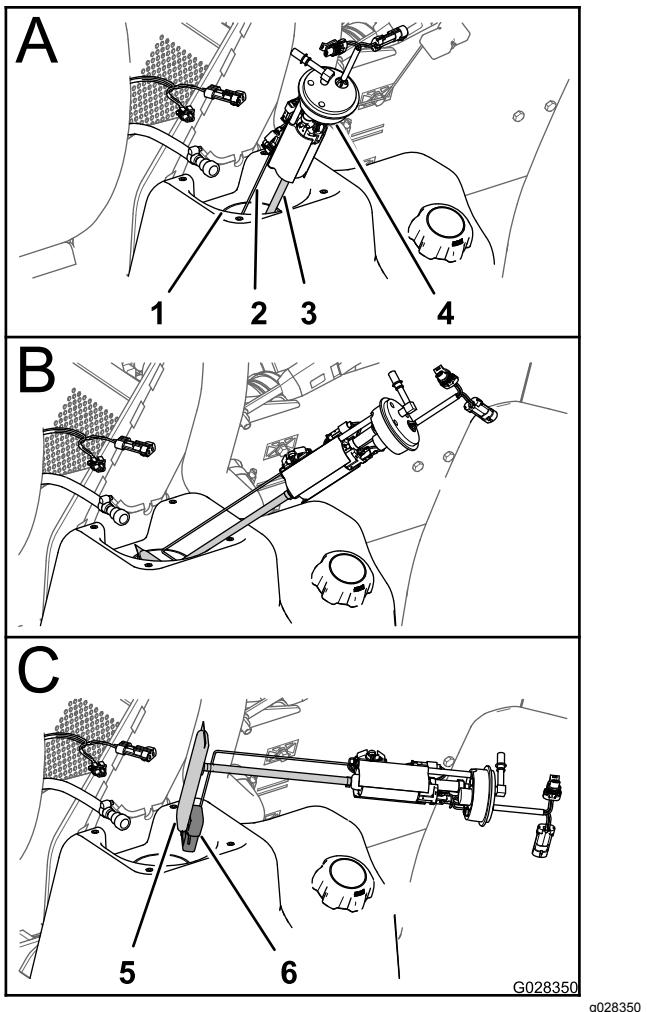
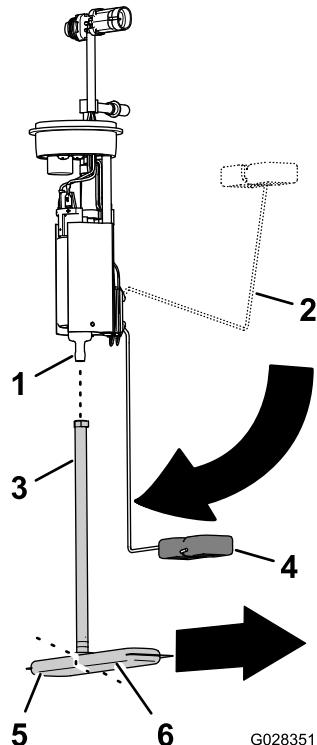

Figura 72
Figura 73
6. Levante y gire cuidadosamente la bomba de combustible/sensor para extraerlos del cuello del depósito de combustible (Figura 72).
1. Retire el tubo de aspiración del filtro de combustible del conector de la bomba de combustible (Figura 73).
2. Alinee el tubo de aspiración del filtro de combustible nuevo con el conector de la bomba de combustible (Figura 73).
3. Alinee la pata larga del filtro de combustible con el flotador, con el flotador en la posición de vacío (Figura 73).
4. Introduzca el conector de la bomba de combustible en el tubo de aspiración hasta que el conector quede bien asentado (Figura 73).
1. Junte el brazo del flotador y el tubo de aspiración, e introduzca el flotador y el filtro de combustible por el hueco del depósito de combustible (Figura 72).
2. Coloque la bomba de combustible/sensor en el hueco del depósito (Figura 72 y Figura 73).
3. Instale la junta y la tuerca sobre la bomba de combustible/sensor y sobre el cuello del depósito de combustible, y apriete la tuerca a mano (Figura 72).
4. Conecte el acoplamiento de la manguera de combustible al conector de la bomba de combustible (Figura 72).
5. Conecte el conector hembra de 2 vías del arnés de cables de la máquina al conector de 2 pines de la bomba de combustible/sensor; conecte el conector de 2 pines del arnés de cables de la máquina al conector hembra de 2 vías de la bomba de combustible/sensor (Figura 72).